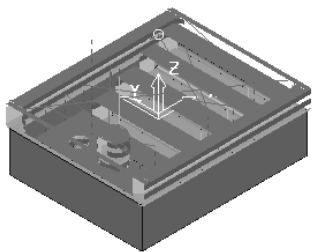

图 2-53 生成的刀具路径
9) 在“平行平坦面精加工”对话框中单击“应用”按钮和“接受”按钮，确定参数并退出对话框，生成的刀具路径如图 2-53 所示。